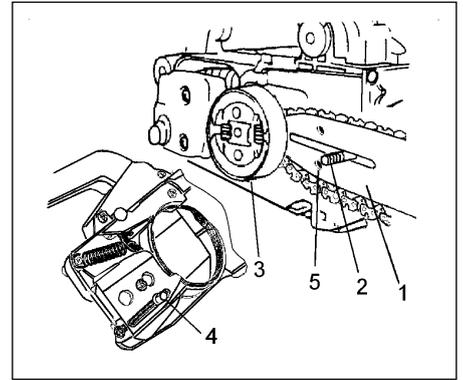

Рис.1-2
3. Смонтировать цепную шину (1) на болтах (2), затем протолкнуть её в направлении звёздочки (3), насколько это возможно. Проследить, чтобы выступ регулировочного болта для натяжения цепи (4) зафиксировался в отверстии шины (5). (Рис. 1-2)